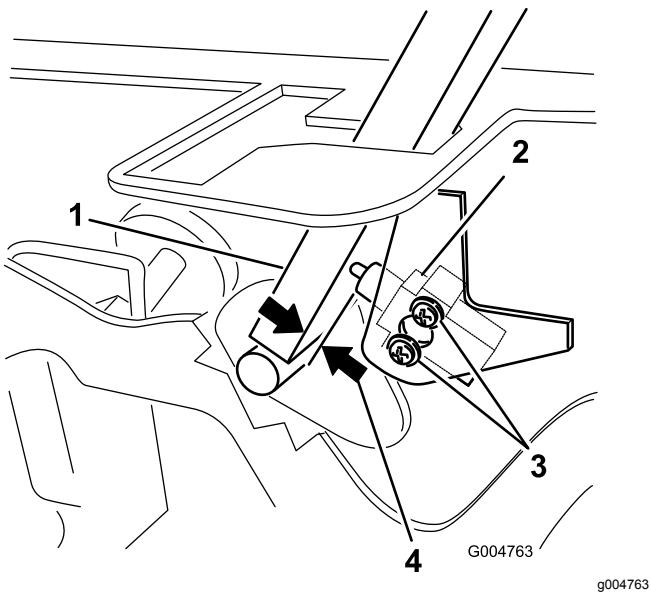

Figura 63
3. Afloje los 2 tornillos que fijan el interruptor de seguridad (Figura 63).
4. Sujetando la palanca de control contra el bastidor, mueva el interruptor hacia la palanca hasta que la distancia entre la palanca y el cuerpo del interruptor sea de 0.4 mm a 1 mm (0.015" a 0.045") (Figura 63).